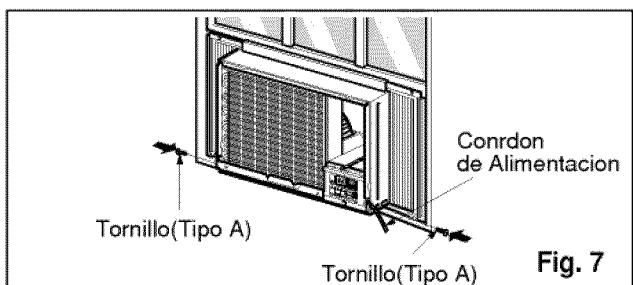

Fig. 7
- Deslice el chasis dentro del gabinete. (Ver Fig. 7)